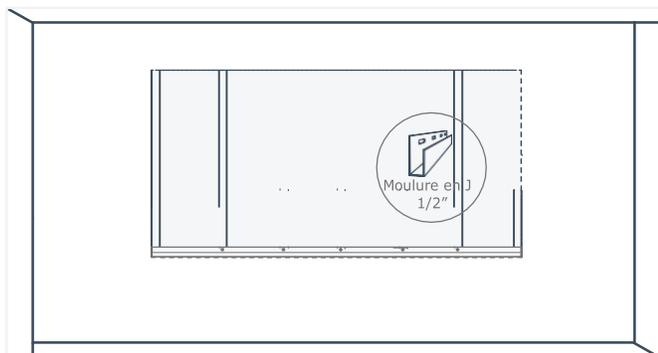
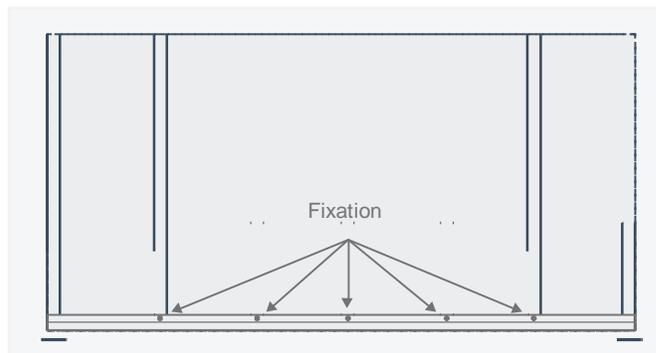

Fig. 26
Fig. 27
6. Placez la moulure en J horizontale de 1/2 po sur le mur. Alignez le bas de la moulure en J sur la marque de hauteur horizontale que vous avez faite à l'étape 3 (Fig. 26). Puis, fixez la moulure à chaque montant central à l'aide de la bride de vissage intégrée à la moulure en J. Les vis doivent être enfoncées à travers la bride de vissage de la moulure jusque dans les montants que vous avez marqués aux étapes 2 à 5 (Fig. 27).